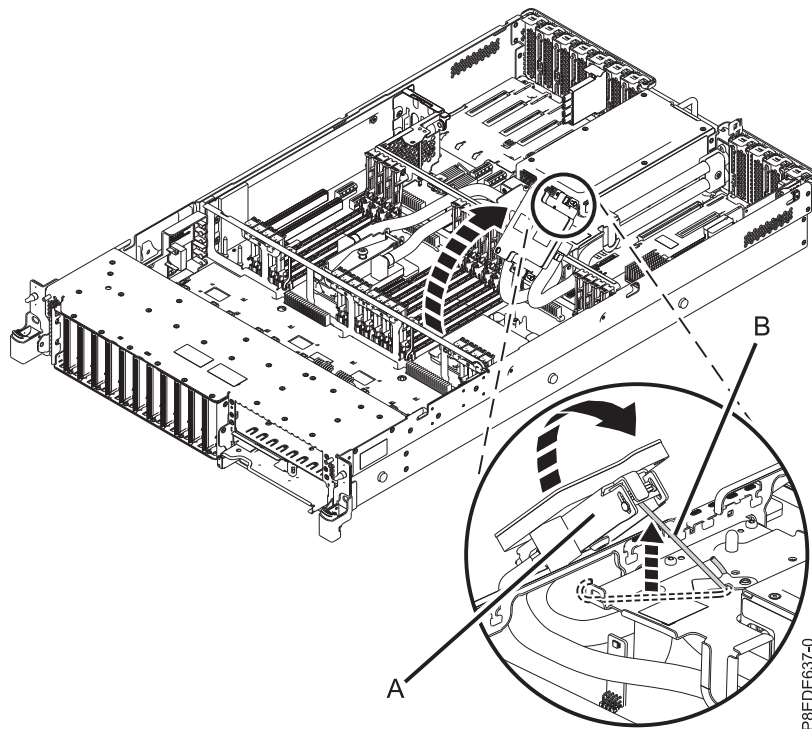

図 27. 冷却プレートの取り外し
- d. 冷却プレート (A) を持ち上げ、取り外すシステム・プロセッサから外して、保守フック (B) に取り付けます (図 27 を参照)。